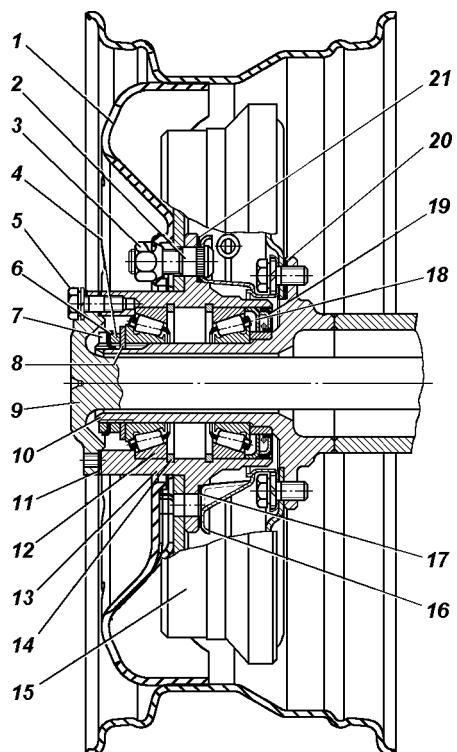

Рис. 11.1. Ступица заднего колеса:
Ступицы передних и задних колес (рис. 11.1 и 9.12) одинаковые. К ступице переднего колеса крепятся тормозной диск и муфта отключения колеса, заднего - тормозной барабан и фланец полусоси.
2. Выньте полуось 9 (см. рис. 11.1) у заднего моста или снимите муфту отключения колес у переднего моста.